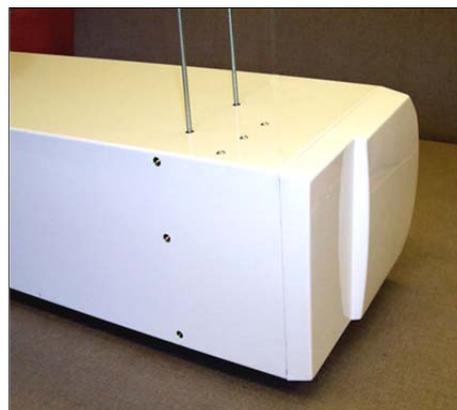

Fig 3
Étape 1 Visser les tiges filetées dans tous les orifices situés sur la face supérieure de l'appareil, comme le montre la Fig 3.